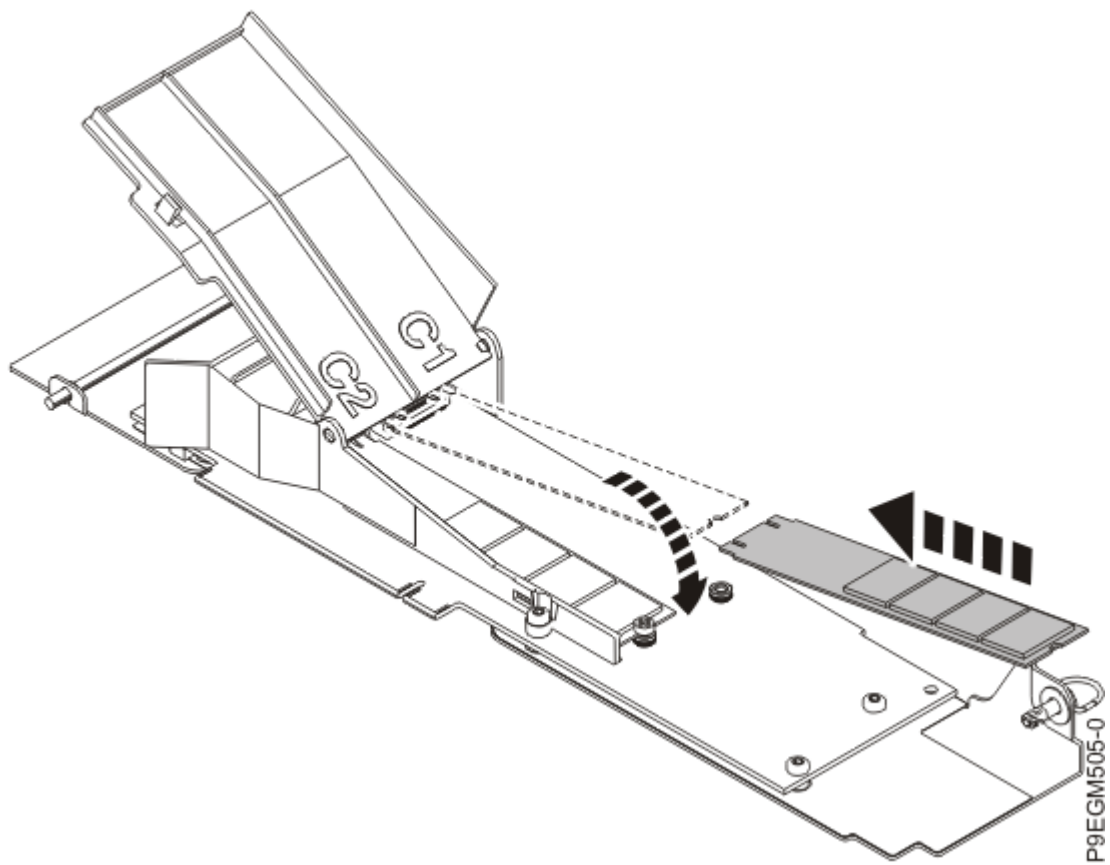

Abbildung 8. NVMe M.2-Flashmodul installieren
3. Schieben Sie eines der neuen NVMe M.2-Flashmodule in den Stecksocket der NVMe M.2-Trägerkarte. Siehe Abbildung 8 auf Seite 11.